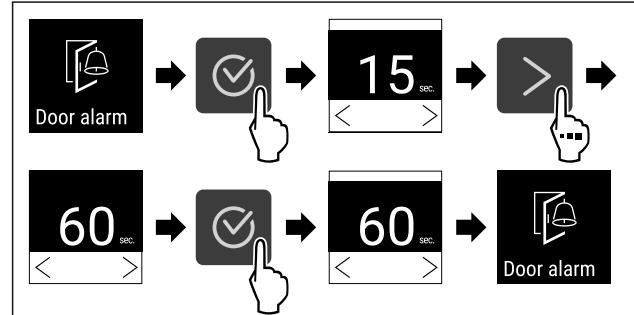

Fig. 96
- Kryeni hapat e veprimit (shihni Fig. 96) .